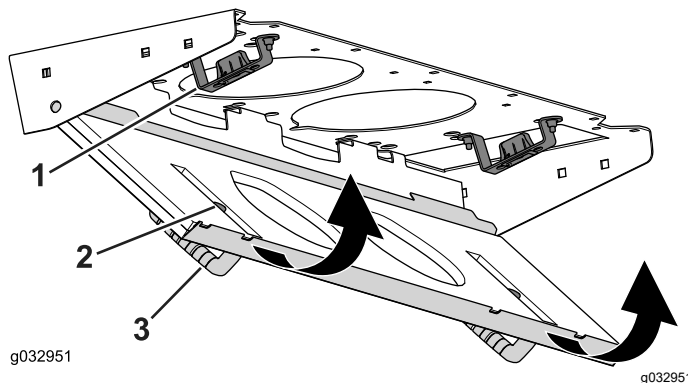

Figura 61
4. Ruotate lo schermo del filtro attorno alle alette fino a quando il fermo non si blocca nel gruppo del supporto del fermo (Figura 61).